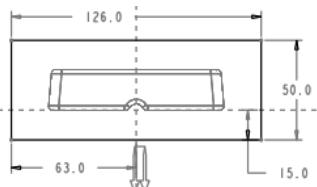

图 3.3 截面草图
(1) 选择命令。单击 **模具** 功能选项卡 **形状** ▾ 区域中的 **拉伸** 按钮。
(2) 创建实体拉伸特征。
① 定义草绘截面放置属性。在绘图区中右击，从系统弹出的快捷菜单中选择 **定义内部草绘...** 命令。系统弹出“草绘”对话框，然后选择 MOLD_RIGHT 基准平面为草绘平面，选取 MOLD_FRONT 基准平面为草绘平面的参考平面，方向为 **右**，单击 **草绘** 按钮，进入草绘环境。
② 进入截面草绘环境后，选取 MAIN_PARTING_PLN 基准平面和 MOLD_FRONT 基准平面为草绘参考，绘制图 3.3 所示的特征截面。完成特征截面的绘制后，单击工具栏中的“确定”按钮 。
③ 选取深度类型并输入深度值。在操控板中选取深度类型 (即“对称”)，再在深度文本框中输入深度值 150.0，并按 Enter 键。
④ 在“拉伸”操控板中单击 按钮，完成特征的创建。